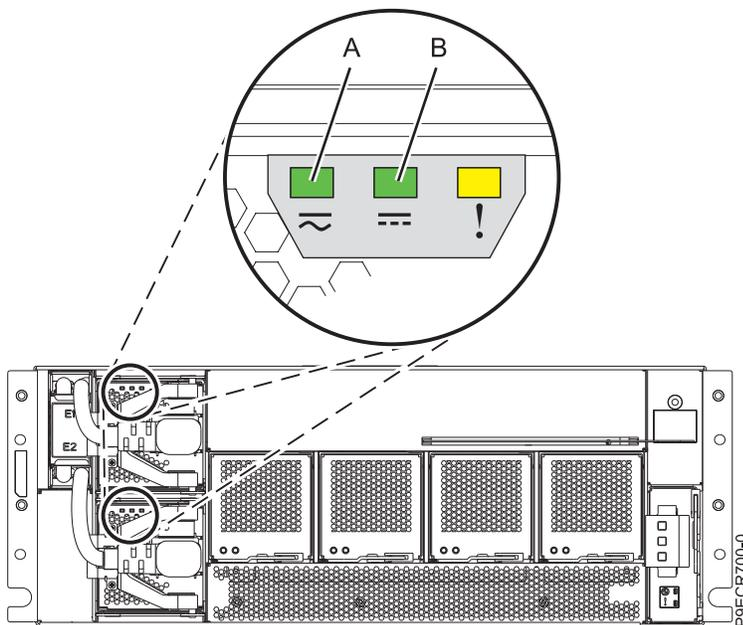

Abbildung 8. Netzteilanzeigen im Einschub für EMX0-PCIe3-Erweiterungen
- c. Vergewissern Sie sich, dass die bernsteinfarbene Fehler-LED (rechte Anzeige) am ausgetauschten Netzteil nicht leuchtet. Außerdem müssen die grüne Eingangs-LED (linke Anzeige) und die Ausgangs-LED (Anzeige in der Mitte) dauerhaft leuchten. Siehe **(A)** und **(B)** in Abb. 8.
- b. Vergewissern Sie sich, dass die bernsteinfarbene Fehler-LED (rechte Anzeige) am ausgetauschten Netzteil nicht leuchtet. Außerdem müssen die grüne Eingangs-LED (linke Anzeige) und die Ausgangs-LED (Anzeige in der Mitte) dauerhaft leuchten. Siehe **(A)** und **(B)** in Abb. 8.